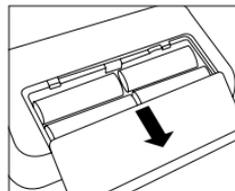

Fig. 1
- Aprire il coperchio del vano batteria posto sulla parte inferiore del dispositivo (vedi fig. 1). Inserire le batterie (vedi capitolo 13 "Dati tecnici"). Prestare attenzione alla polarità ("+" e "-") durante l'inserimento. Richiudere il coperchio del vano batteria. Il dispositivo passa automaticamente in modalità Data / Ora e, al primo utilizzo, sul display viene visualizzata la cifra "31" per il giorno e la cifra "12" per il mese. La data impostata è quindi il 31 dicembre. Impostare quindi la data e l'ora, come descritto di seguito.